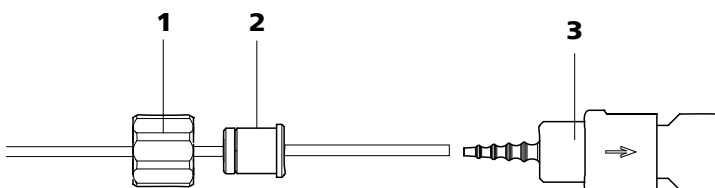

Figure 10 Installer une connexion pour tuyau de pompe avec filtre
- **Cas A:** une connexion pour tuyau de pompe **avec filtre** 6.2744.180 (voir Figure 10, page 16) ou